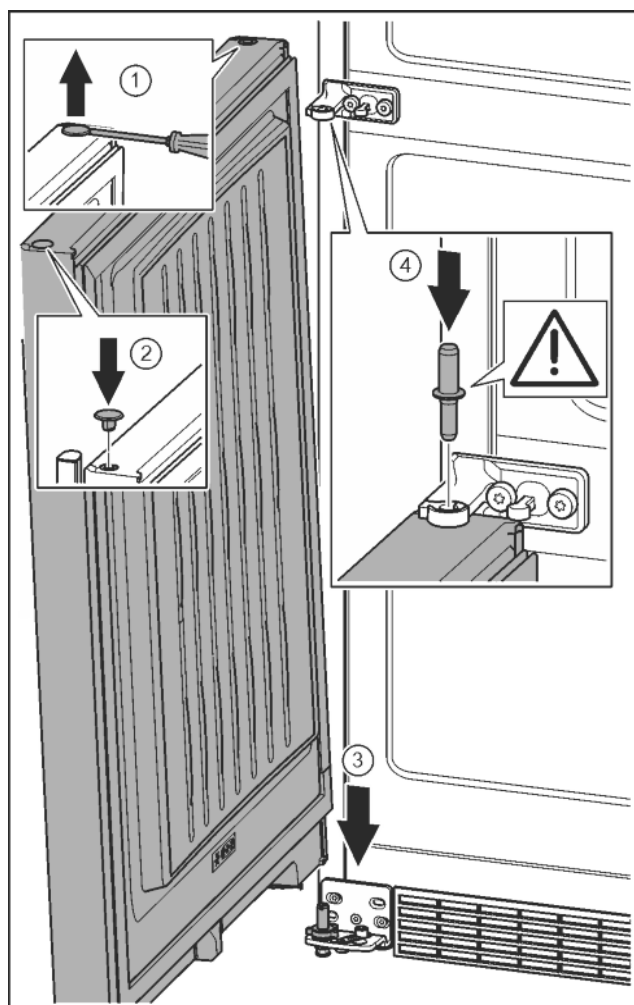

Fig. 22
- ▶ Zatyczkę ostrożnie podważyć przy pomocy śrubokręta i wyjąć. Fig. 22 (1)
- ▶ Zatyczkę założyć ponownie z drugiej strony drzwi. Fig. 22 (2)
- ▶ Założyć drzwi od góry na dolny sworzень zawiasu. Fig. 22 (3)
- ▶ Przełożyć środkowy sworzень zawiasu przez środkową płytkę zawiasu, wkładając go w dolne drzwi. Przy tym zwrócić uwagę, by krzywka zatraskowa wskazywała do tyłu. Fig. 22 (4)